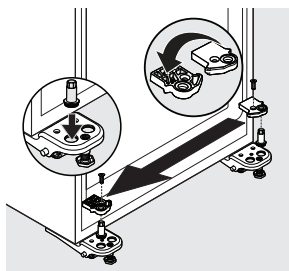

figure 3
- À l'aide d'un tournevis Torx T20, retirez la vis d'arrêt de porte et retirez l'arrêt de porte (voir Figure 3).
- À l'aide d'une douille de 5/16 po, dévissez le pivot de charnière inférieure (voir la Figure 3).
- Réinstallez le pivot de charnière inférieure dans le trou du côté gauche de la charnière (voir Figure 3).
- Basculez l'arrêt de porte. Réinstallez l'arrêt de porte en haut de la charnière inférieure à l'aide de la vis (voir Figure 3).